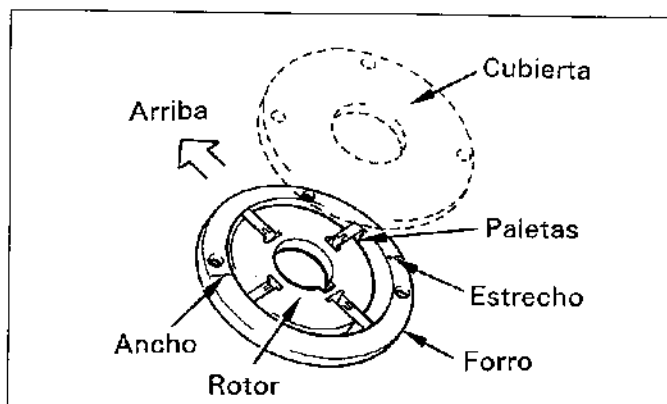

Figura.14-4 Montaje de la bomba de alimentación
(1) Monte el forro, rotor, paletas y cubierta de la bomba de alimentación conjuntamente como se ilustra. (Vea la figura.14-4)